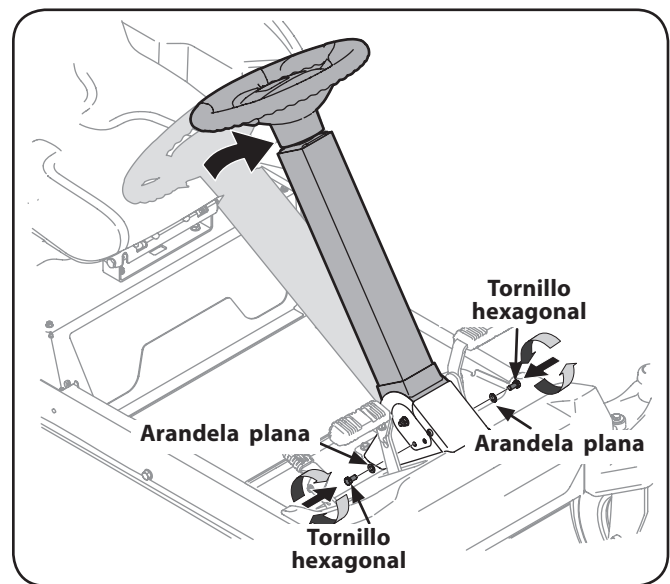

Figura 3-2
1. Coloque la columna de la dirección en una de las dos posiciones y reemplace los tornillos hexagonales y la arandela plana para sujetarla en su lugar. Consulte la Figura 3-2.
Para ajustar la posición del asiento, gírelo hacia adelante y ubique la perilla de abrazadera en el frente y a la izquierda del contenedor del asiento. Consulte la Figura 3-2.